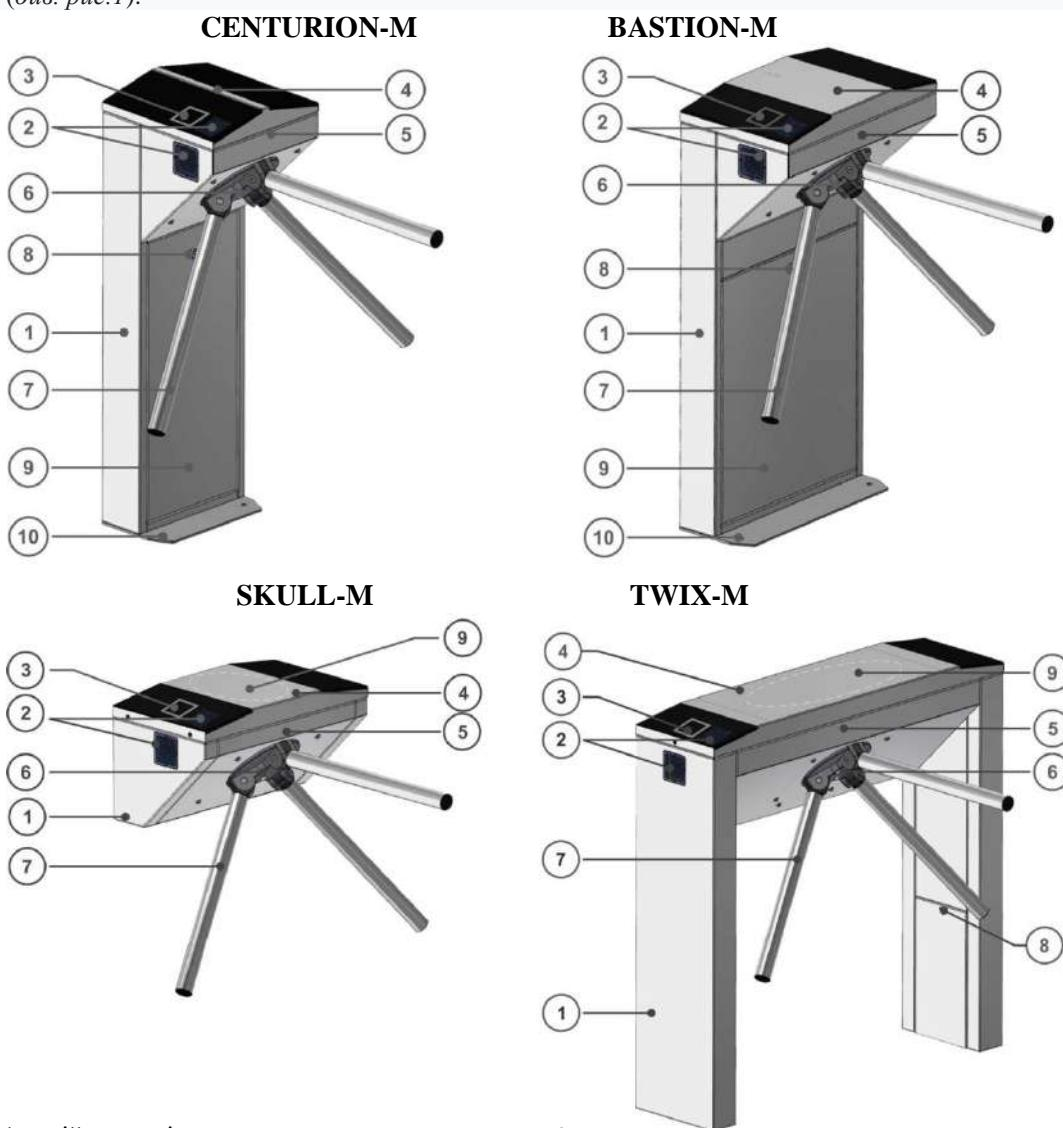
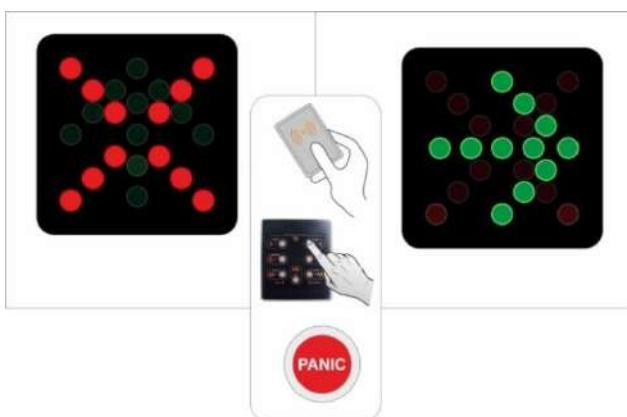

Рис. 1 – Загальний вигляд турнікетів
Рис.4 – Статус світлового табло індикації на триподі
1.3.1 Конструкція турнікета напівзростового з сервоприводом представлена такими основними пристроями та елементами (див. рис.1):
1.4.1.1 Корпус турнікета є металевою конструкцією, яка своєю опорою **10** (див.Рис.1) монтується на рівну поверхню за допомогою анкерів Redibolt. Статус турнікета відображають плати індикації **2**, вмонтовані в корпус виробу. Червона індикація, що постійно світиться, означає вихідний стан турнікету.(див.Рис.4): прохід через турнікет заблоковано в обидві сторони.
1.4.1.2 У верхній частині корпусу змонтований механізм керування **5** (див. Рис.1). На валу механізму управління встановлена ступиця **6** з планками **7**, які міцно закріплені на її важелі методом опресування.